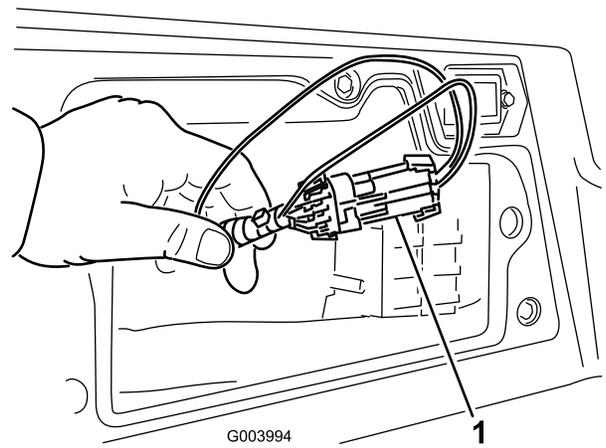

Bild 50
3. Ermitteln Sie den Kabelbaum und die Stecker in der Nähe des Controllers (Bild 50).